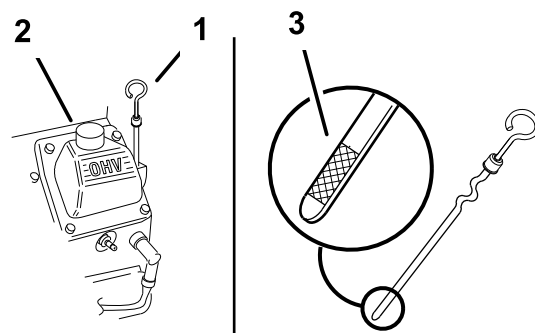

Figura 21
- Pulite attorno all'asta di livello (Figura 21) in modo che la morchia non possa penetrare nel foro di rifornimento e danneggiare il motore.
- Svitare l'asta di livello dell'olio e pulitene l'estremità (Figura 21).
- Inserite a fondo l'asta di livello nel tubo di rifornimento, senza avvitare (Figura 21).
6. Versate lentamente nel tubo di rifornimento (Figura 21) l'80% circa dell'olio indicato.